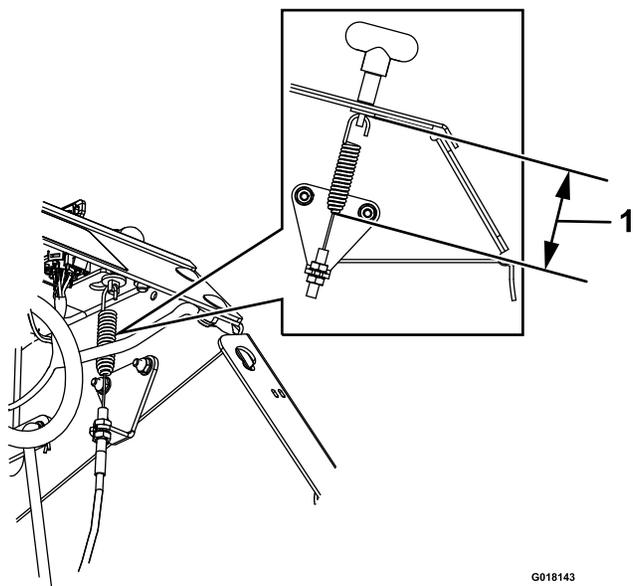

Bild 16
7. Stellen Sie die Mutter ein, bis ein Abstand von 7,9 cm (3 1/8") von der Unterseite des Lenkers bis zur Unterkante der Feder besteht. siehe Bild 16.